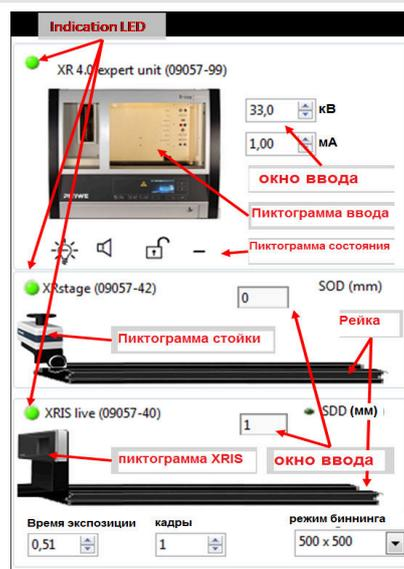

Рис. 3: Часть интерфейса программного обеспечения
- Запустите программу measureCT. На экране отобразится виртуальная рентгеновская установка, поворотный столик и детектор. Зеленый светодиодный индикатор слева от каждого компонента указывает на то, что его присутствие было обнаружено (рис.3).
- Вы можете изменить высокое напряжение и ток рентгеновской трубки в соответствующих окнах ввода или вручную на установке (рис. 3).
- При нажатии на пиктограмму установки можно получить дополнительную информацию о ней (рис. 3)
- Пиктограмма состояния указывает на состояние устройства и может также использоваться для управления устройством, например включения и выключения света или рентгеновских лучей (рис. 3).
- Положение цифрового детектора можно отрегулировать в соответствии с его реальным положением, перемещая пиктограмму XRIS или вводя правильное значение в окно ввода. (Рис. 3).